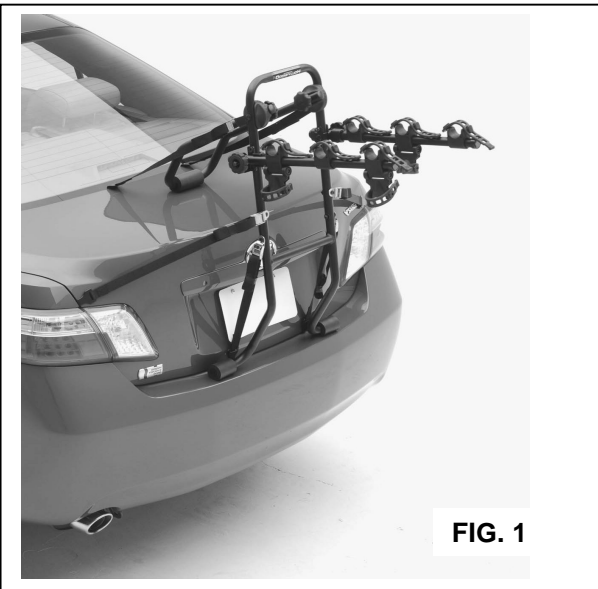

FIG. 1
2. Place the main frame on the vehicle's bumper so that the main frame is perpendicular to the ground. Rotate and position the rear brace of the rack so it rests on the trunk / door (Fig. 1.). The main frame should be in a somewhat vertical position. Tighten the knobs on the rear brace to locate the rear brace. Knobs should be snug and tight, but do not over-tighten. (fig.2)
2. Poner el marco principal en el parachoques del vehiculo, el marco principal es perpendicular al suelo. Rotar hacia atrás el marco trasero del porta bici que descansa sobre la tapa del vehiculo o puerta trasera (fig.1) el marco principal debe estar en posición algo vertical. Apretar las perillas del marco trasero, pero no demasiado.
1. Déserrer les mollettes de chaque côté du F6. (fig 1.)